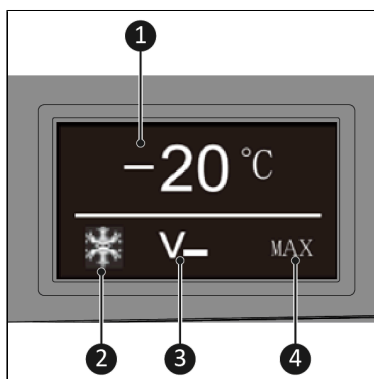

Figure 25.
- La température (Figure 25, pos. 1) correspond à la température réglée ou actuelle de l'appareil (Celsius ou Fahrenheit).
- Le refroidissement (Figure 25, pos. 2) indique si l'appareil refroidit activement.
- La protection de batterie (Figure 25, pos. 3) correspond au mode de protection de batterie actuellement sélectionné (bas, moyen ou haut).
- La capacité de refroidissement (Figure 25, pos. 4) correspond à la capacité de refroidissement (MAX or ECO).